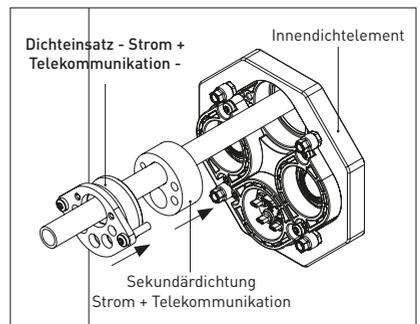

Abbildung 14.4: Dichteinsatz - Strom + Telekommunikation - und Sekundärdichtung Strom + Telekommunikation
- Schieben Sie den **Dichteinsatz - Strom + Telekommunikation** - mit der Gummidichtung voraus über die Medienleitung(-en) bis in das Innendichtelement des **PSI WallIn W Bauherrenpakets Wand**. Beachten Sie, dass die Schraublöcher am Dichteinsatz und die Kernlöcher im Innendichtelement übereinander liegen (s. Abbildung 14.4).